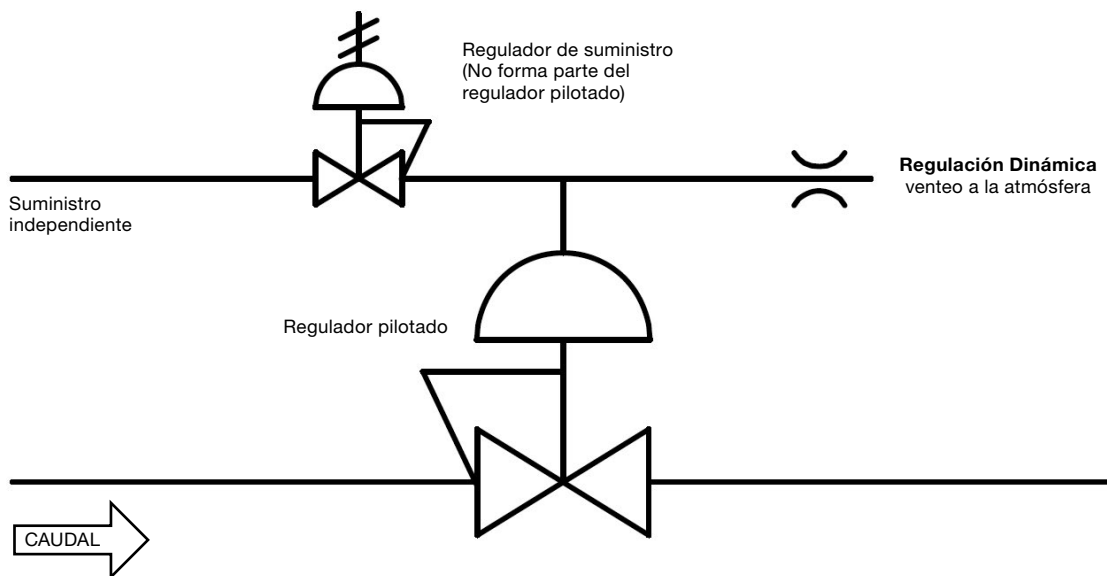

Figura 4
- **Control externo de la bóveda.** En esta configuración, la presión de la bóveda se suministra desde una fuente independiente, como una botella o la red de suministro (Figura 4). Se conseguirá el mejor rendimiento dejando pasar continuamente un pequeño caudal a través del regulador piloto. Este caudal debe ser venteadado a través de un orificio (Figura 4). A esto se le suele llamar "regulación dinámica". Esta configuración es adecuada para aplicaciones de líquidos.